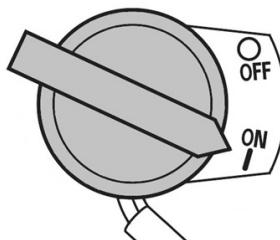

Рис. 13 Выключатель зажигания
4. Выключатель зажигания переведите в положение «ON» (Включено) (Рис. 13).
- Переведите выключатель зажигания в положение «OFF» (Выключено) (Рис. 13).
При возникновении аварийной ситуации, для экстренной остановки двигателя мотокультиватора переведите выключатель зажигания в положение «OFF» (Выключено) (Рис. 13).